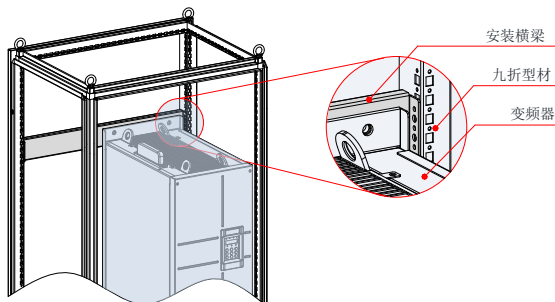

图 3-16 200kW~450kW 机柜 3D 示意图
- 2、CS710-4T200G(-L)~CS710-4T450G(-L) 装入九折型材 600mm 深机柜时，安装横梁必须向内弯折（如图 3-16 所示），借用立柱的空间（在装 800mm 深或以上标准机柜时，无此限制）。